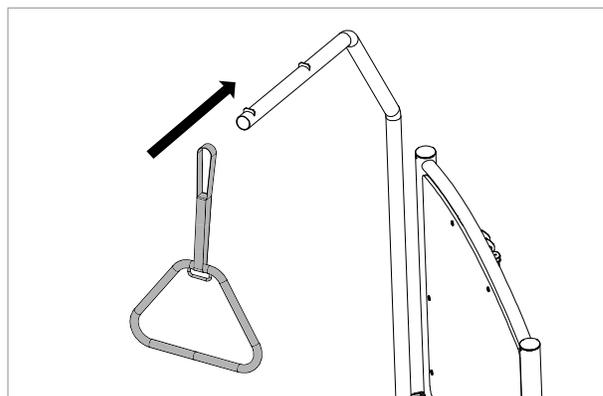

Figure 6.7
6. Ouvrez la boucle de la courroie de fixation et glissez-la sur la potence (voir Figure 6.7).